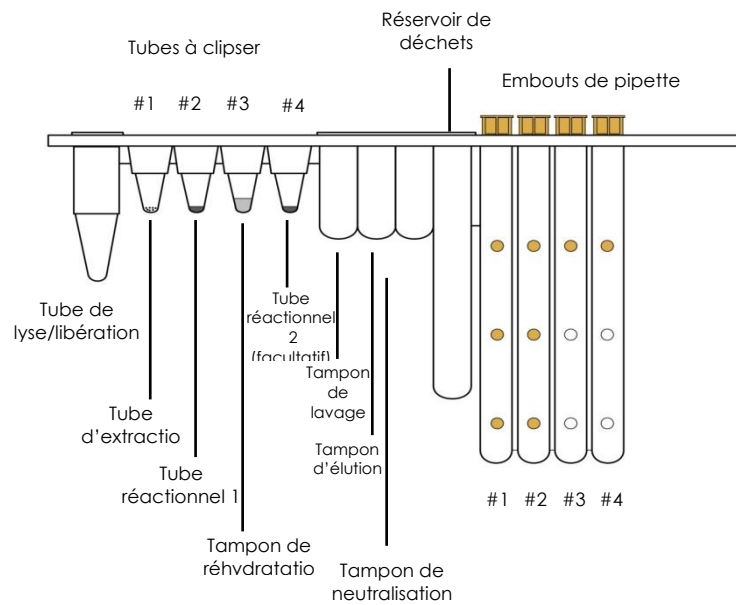

Figure 1. BD MAX™ TNA barrette réactive (TNA) du kit BD MAX™ ExK TNA-2.
- Sortez le nombre nécessaire de tubes d'extraction BD MAX™ ExK™ TNA (B4) (opercule blanc) de leur poche de protection. Clipsez le(s) tube(s) d'extraction (opercule blanc) dans la position correspondante sur la barrette TNA (clip position 1, code couleur blanc sur le portoir - voir figure 1). Expulsez l'excès d'air et scellez la poche avec la fermeture à glissière.
- Déterminez et séparez le nombre approprié de tubes réactionnels VIASURE *Vancomycin resistance* (opercule bleu) et clipsez-les dans leur position sur la barrette (clip position 2, code couleur vert sur le portoir - voir figure 1).
- Remarque : si vous choisissez le format « Dual Master Mix Concentrated Lyophilized MM with Rehydration Buffer (Type 5) » (Master Mix double, MM lyophilisé concentré avec tampon de réhydratation) (section 8.3.1), déterminez et séparez le nombre nécessaire de tubes réactionnels VIASURE supplémentaires (opercule différent) et clipsez-les dans les positions correspondantes sur la barrette (clip position 4, code couleur bleu sur le portoir - voir figure 1). Expulsez l'excès d'air et scellez les poches en aluminium avec la fermeture à glissière.
- 4) Sortez le nombre nécessaire de tubes de tampon de réhydratation (opercule rouille) et clipsez-les dans leur position sur la barrette (clip position 3, sans code couleur sur le portoir - voir figure 1). Expulsez l'excès d'air et scellez la poche avec la fermeture à glissière.